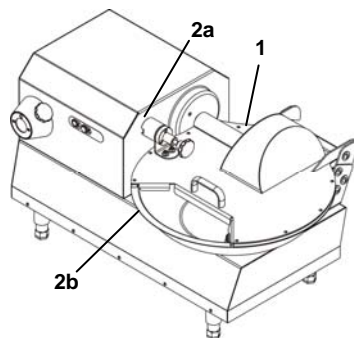

Fig. 1.8.1
Ha lo scopo di impedire il contatto accidentale delle mani con l'utensile. (Fig. 1.8.1)
2. Microinteruttori (Fig. 1.8.1):